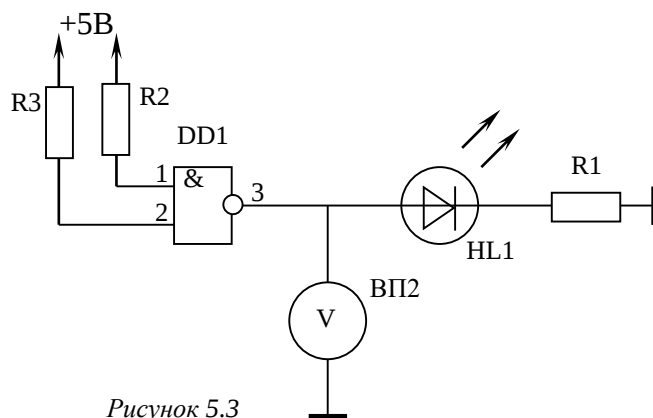

Рисунок 5.3
6. Зібрати схему відповідно до рис.5.3.